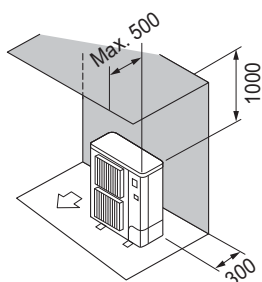

Fig. 3-6
- ② Enbart hinder på baksidan och ovsidan (Fig. 3-6)